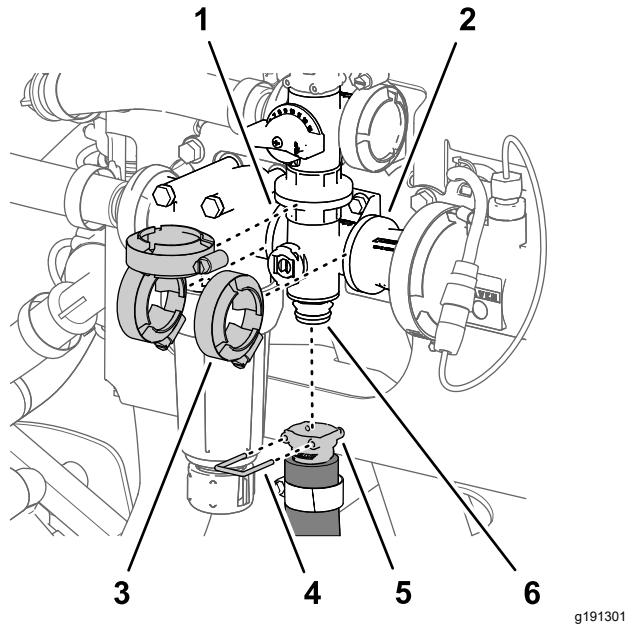

Figura 118
- Retire la grapa que sujeta el acoplamiento rápido de la manguera de agitación al distribuidor de la válvula de agitación (Figura 118).
- Retire las 3 bridas de fijación que sujetan el distribuidor de la válvula de agitación a las bridas de la cabeza del filtro de presión y el adaptador de acoplamiento (Figura 118).